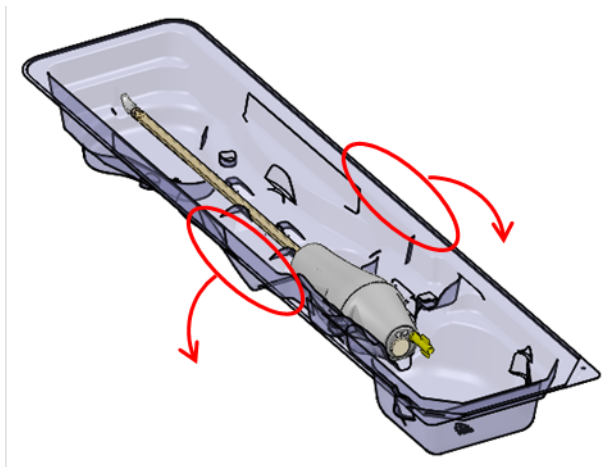

Figure 27 : Retrait de l'UA du plateau d'emballage
1. Manipulateur IRM : à l'aide de l'onglet Circuit de fluide (FC) de l'écran du PSIB (ou de l'encadré informatif FC de l'espace de travail Configuration de la TDC), faire couler l'eau dans l'UA en cliquant sur **Marche**.
5. Manipulateur IRM : en tenant le plateau d'emballage de l'UA par la longueur, fléchir le plateau pour libérer l'UA de ses éléments d'encliquetage (Figure 27).